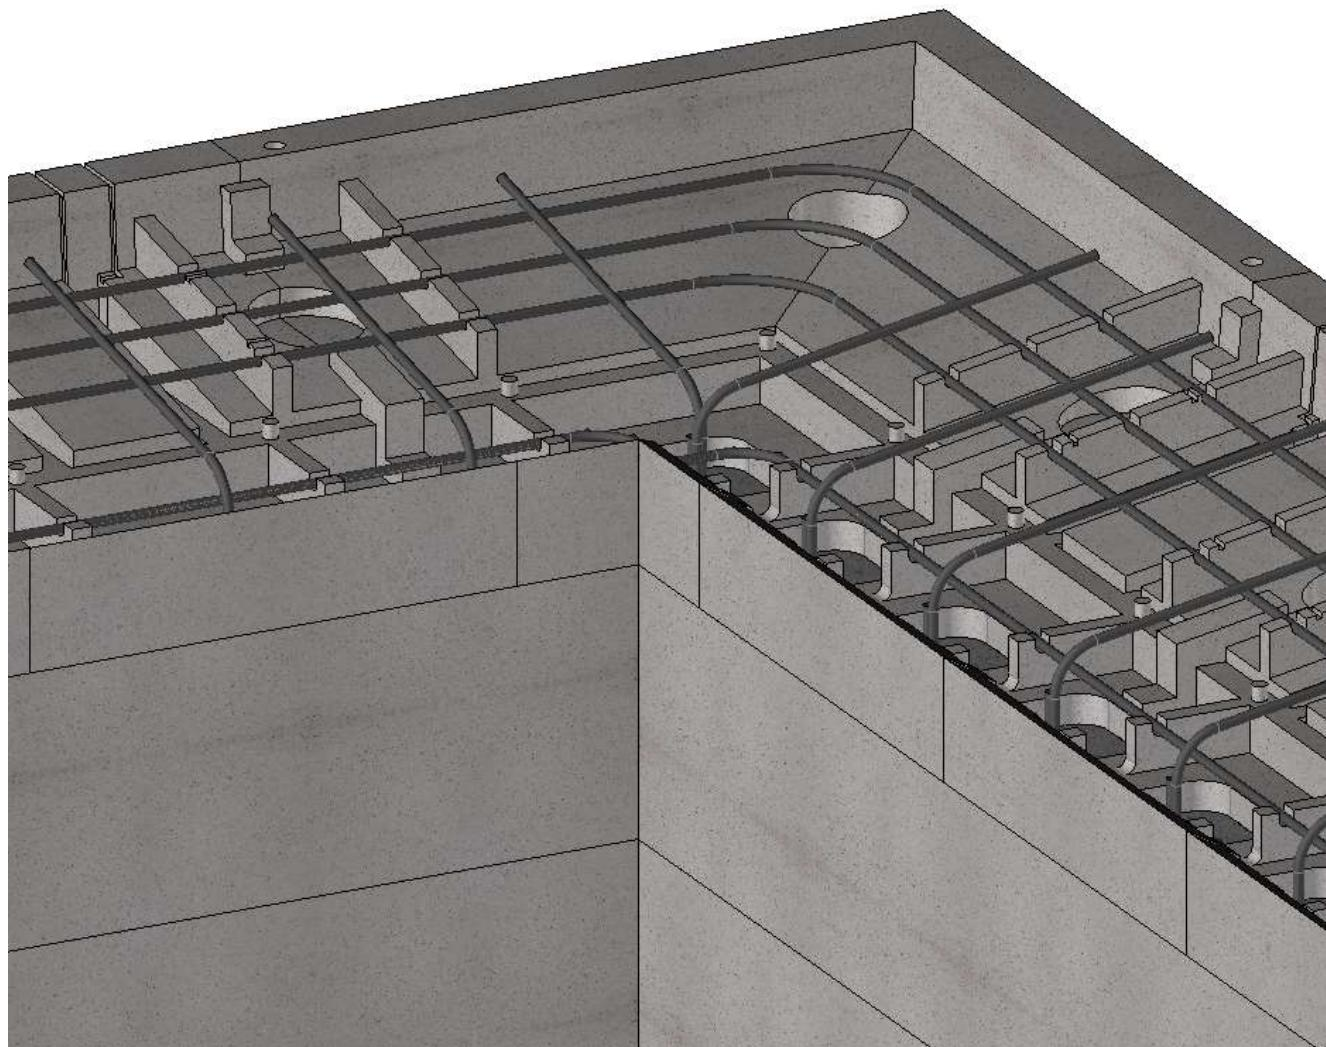

Figure 9 : Mise en place du ferraillage
- Lier les barres aux murs en disposant une équerre tous les 250 mm (Figure 9).